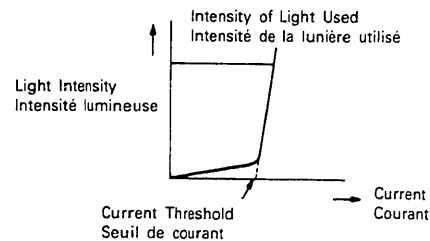

Fig. 10
**20. Things to Keep In Mind During Servicing (Fig. 10)****(1) Regarding the Semiconductor Laser**
Furthermore, the Current-Light Intensity Characteristic once a certain amperage threshold is exceeded, rises sharply (as can be seen in Fig. 10). This current threshold is slightly different for each laser unit. Consequently, during operations such as the replacement of the Unit Mechanism Assembly, when setting the intensity of the laser be sure to turn the Semi-variable Resistor VR901 as far to the right as it will go to set it off once, and then raise the current to the level which is specified.
**20. Points importants lors de l'entretien (Fig. 10)****(1) En ce que concerne le laser à semiconducteur**
De plus, les caractéristiques d'intensité courant-lumière augmentent considérablement, une fois un certain seuil d'ampérage atteint (comme indiqué sur la Fig. 10). Ce seuil de courant varie légèrement selon l'unité laser. En conséquence, lors d'opérations telles que le remplacement de l'ensemble du mécanisme d'unité, au moment du réglage de l'intensité du laser, bien veiller à tourner la résistance semivariable VR901 à fond à droite, puis augmenter le courant au niveau spécifié.